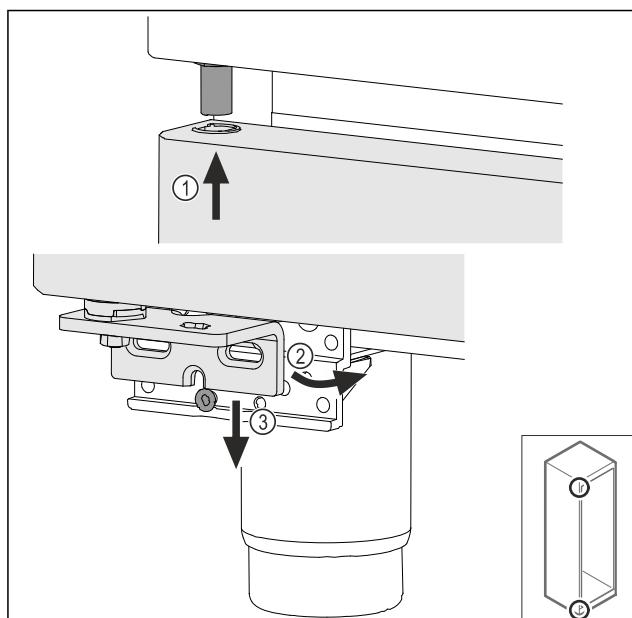

Fig. 74
► Зачепити двері зверху під нахилом *Fig. 74 (1)*, вирівняти двері прямо *Fig. 74 (2)* і знизу встановити на гвинт *Fig. 74 (3)* опорного кронштейну.